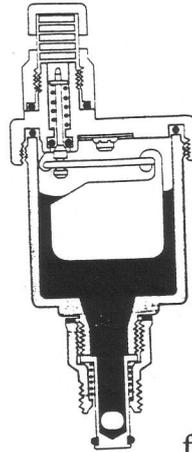
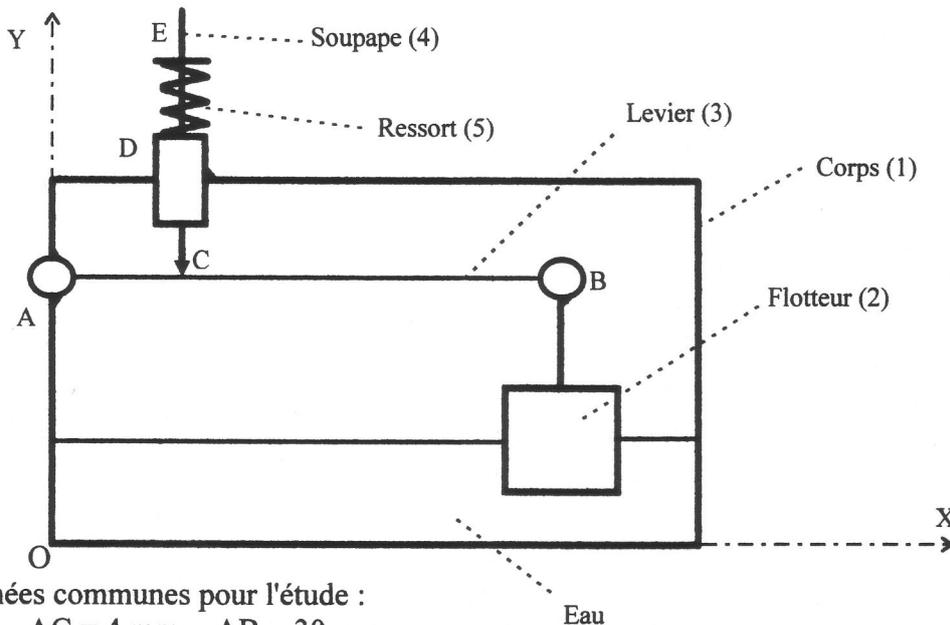

figure 1
figure 2
La figure 1 représente le dessin d'un purgeur automatique de la marque Thermador. La figure 2 représente le schéma cinématique de ce même purgeur.
- le schéma cinématique du mécanisme figure 2.
Pour la position donnée du mécanisme figure 2, on se propose de déterminer les efforts qui s'exercent sur le levier 3.
- le schéma cinématique du mécanisme figure 2,